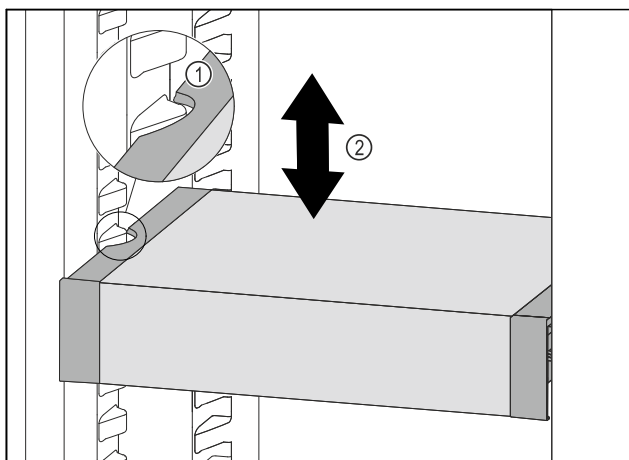

Fig. 92
- ▶ Táhněte VarioSafe dopředu, dokud nebudou boční vybrání VarioSafe na úrovni žebrování na nádoby v chladniče. Fig. 92 (1)
- ▶ Posouvejte VarioSafe v chladniče nahoru nebo dolů, dokud nedosáhnete požadované výšky. Fig. 92 (2)